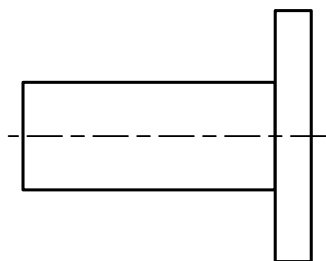

Рис.3
- а) приварить фланцы к прямолинейным отрезкам трубы, обеспечивая перпендикулярность прилегающей к расходомеру (уплотняющей) поверхности фланца оси привариваемого отрезка трубы (рис.3);